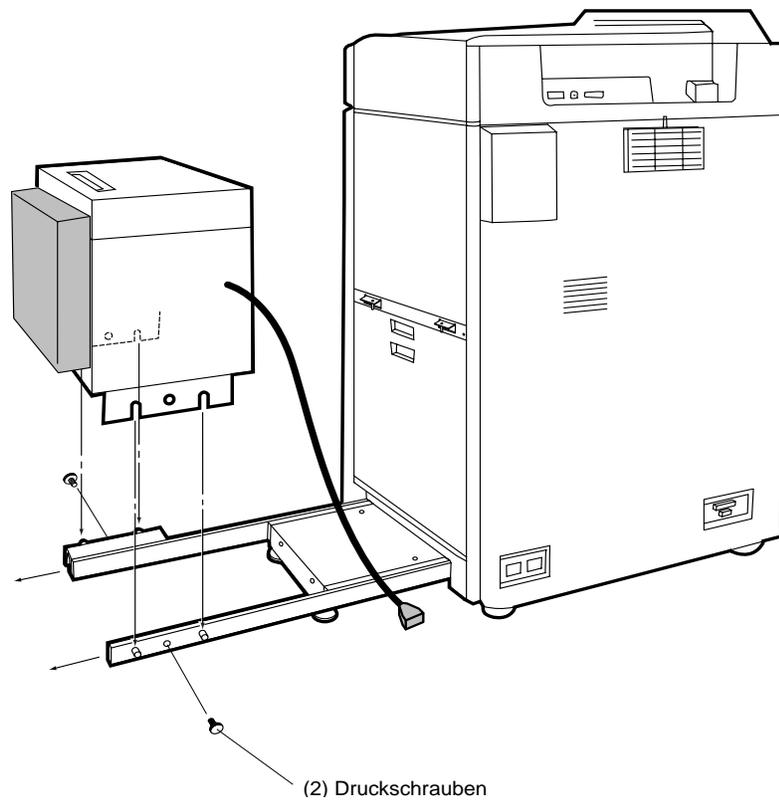

Abbildung 4-8 HLZ-Einheit an Montageträger befestigen
3. Befestigen Sie die HLZ-Einheit mit zwei Druckschrauben an dem Montageträger (siehe Abbildung 4-8).